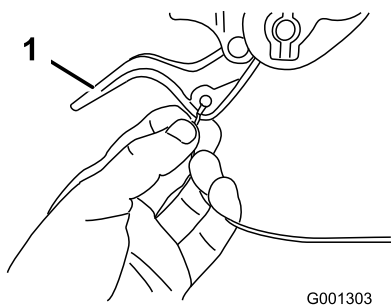

Figura 7
2. Passate la terminazione sinistra o destra del cavo sopra la stegola inferiore ed inseritela nel foro presente nella corrispondente leva della frizione ruota (Figura 7).